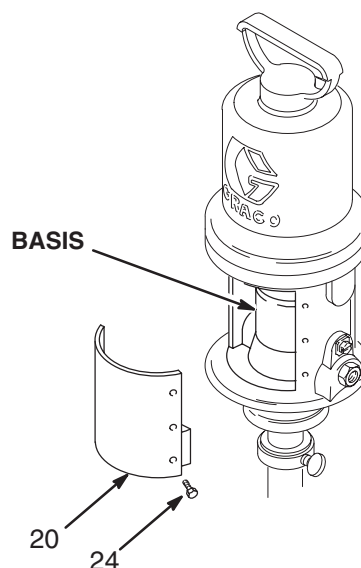

Abb. 4
2. Mit einem 6,35 mm (1/4")-Steckschlüssel die sechs Schrauben (24) von einer der Schalldämpferplatten (20 oder 40) entfernen und die Schalldämpferplatte abnehmen. Siehe Abb. 4.
5. Die Schalldämpferabdeckung und die sechs Schrauben austauschen. Siehe Abb. 4.